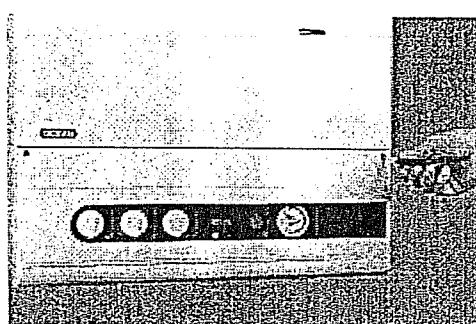
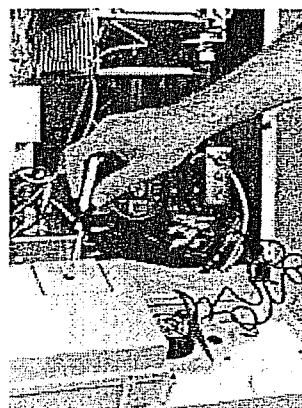

Fig. 8. Løsn og fjern de 2 skruer, så forpladen bliver løs.
Fig. 9. Løsn og fjern skruen samt dækslet til klemrækken.
- løsn og fjern de 2 skruer, der holder kedlens nederste forplade (fig. 8) fast til kedlen og lad forpladen med kontrolkassen hænge nedad (fig. 9);
- vip kontrolkassen ned og løsn skruen, der fastholder dækslet på bagsiden af kontrolkassen og opnå derved adgang til tilslutningskablerne i klemrækken (fig. 9);
- Unscrew the two screws securing the lower front plate to the boiler (fig. 8) and allow the front plate with the control board to hang down (fig. 9);
- gain access to the connecting cables in the terminal by tipping the control box down and unscrewing the screw securing the lid to the back of the control box (fig. 9);